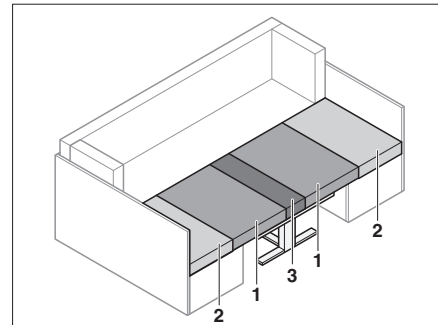

Fig. 67 Después de la transformación
- Quitar el cojín del respaldo (Fig. 67,2).
- Tirar de los cojines del asiento (Fig. 67,1) hacia el centro.
- Colocar los cojines del respaldo (Fig. 67,2) entre los cojines del asiento (Fig. 67,1) y la pared exterior.
- Colocar el cojín adicional (Fig. 67,3) entre los cojines del asiento (Fig. 67,1) sobre la mesa.